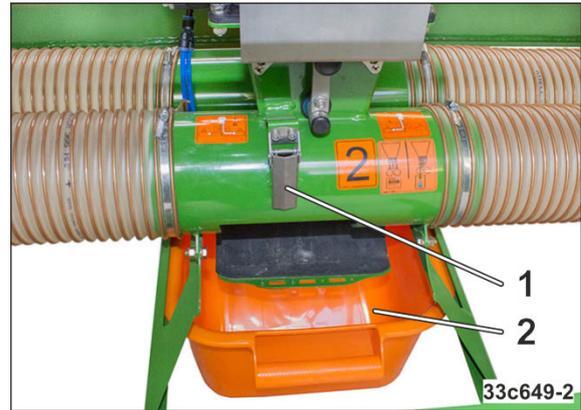

Рис. 269
3. Ослабьте оба натяжных крюка (Рис. 269/1) и откройте заслонки на обеих подающих трубах.
- Посевной материал падает в поддон для установки нормы высева (Рис. 269/2).